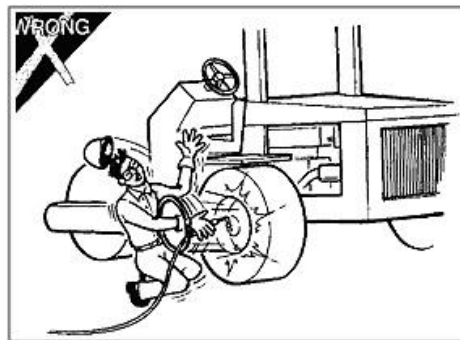

Рис. 1-22
- Запрещено открывать воздушный клапан руками для контроля давления в шинах (Рис. 1-22). Регулировать давление в шинах необходимо ниппелем.